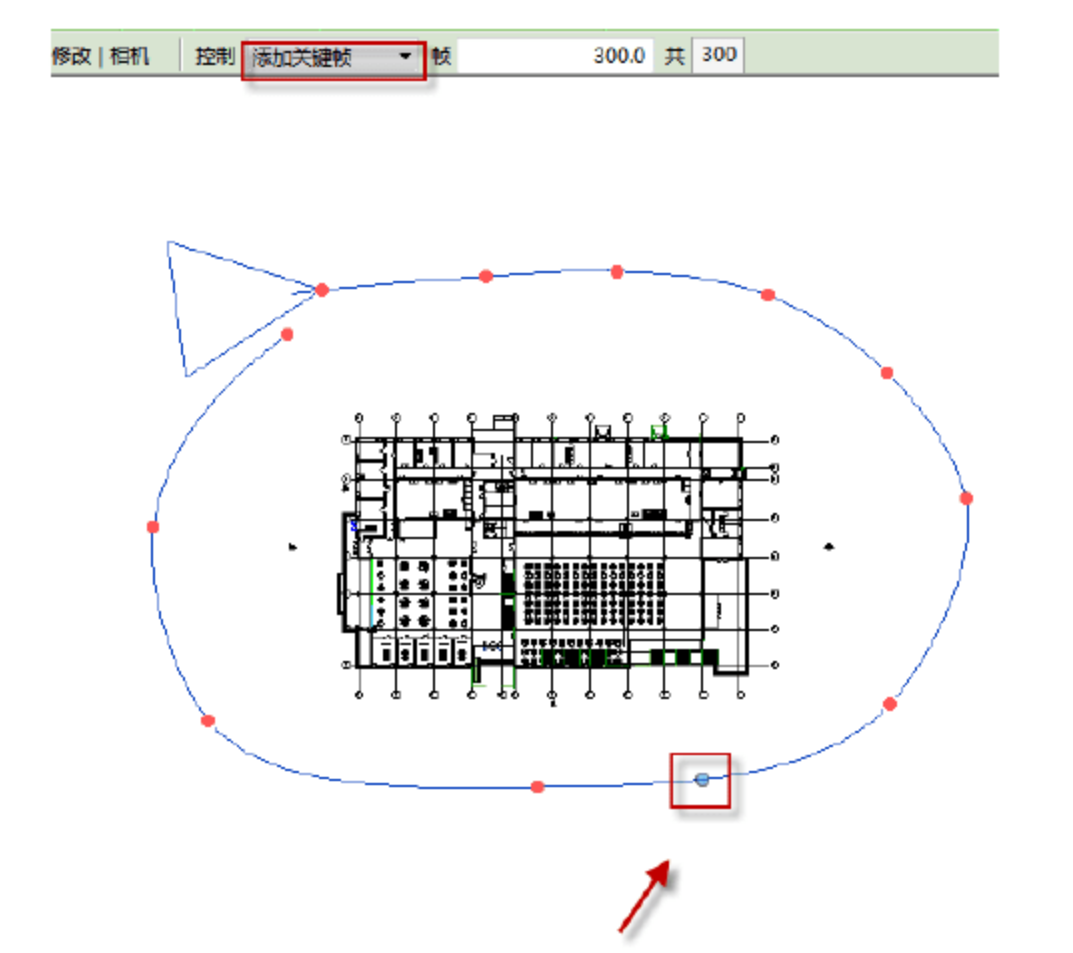

图 13.2.13 添加关键帧
(4) 添加或删除关键帧。在“控制”下拉列表框中选择“添加关键帧”选项，则可以沿着现有路径添加新的关键帧，如图 13.2.13 所示。新的关键帧可用于对路径的进一步推